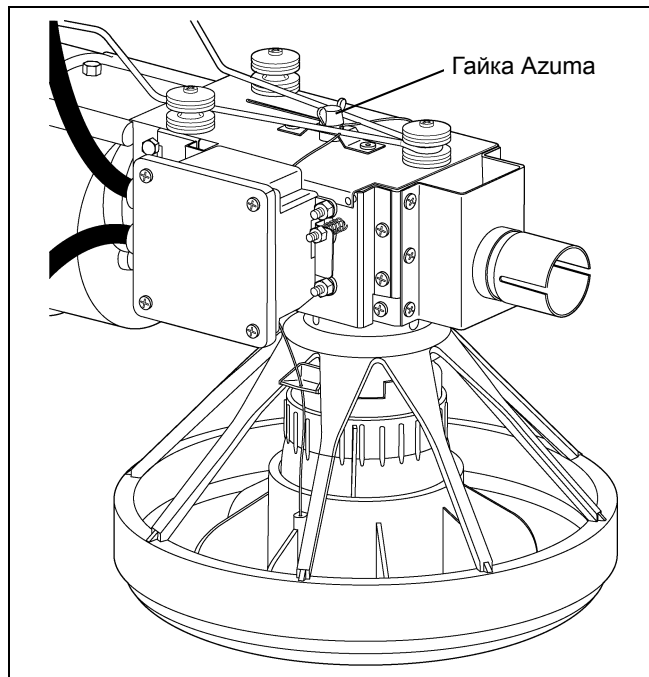

Рисунок 4R
6. Подсоедините регулировочные тросы уровня корма к гайке AZUMA, которая находится в верхней части управляющего лотка, как показано на Рисунок 4R. Описание регулировки уровня корма для получения необходимых результатов см. в сх. на стр. 17.